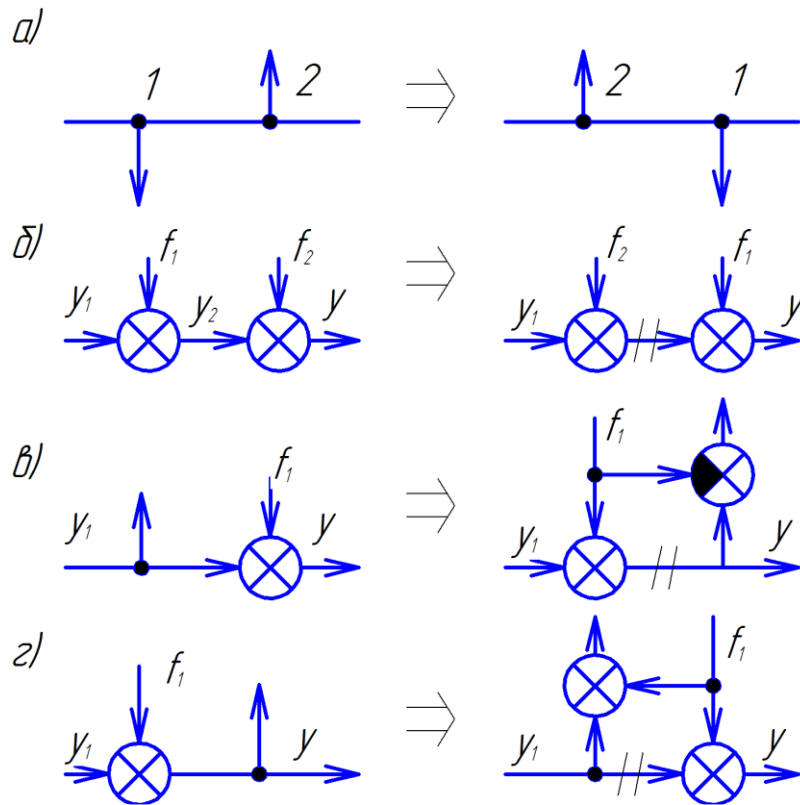

Рис. 6. Схемы взаимной перестановки узлов и сумматоров
При переносе узла через звено *по ходу сигнала* добавляется звено с передаточной функцией, обратной передаточной функции звена ( $1/W_i$ ), через которое переносим узел (рис. 6,б).
- узлы можно менять местами (рис. 6, а);
- сумматоры можно менять местами (рис.6, б);
- при переносе узла через сумматор необходимо добавить сравнивающий элемент (рис.6, в):  $y = y_1 + f_1 \Rightarrow u = y - f_1$  или сумматор (рис.6,г):  $y = y_1 + f_1$ .